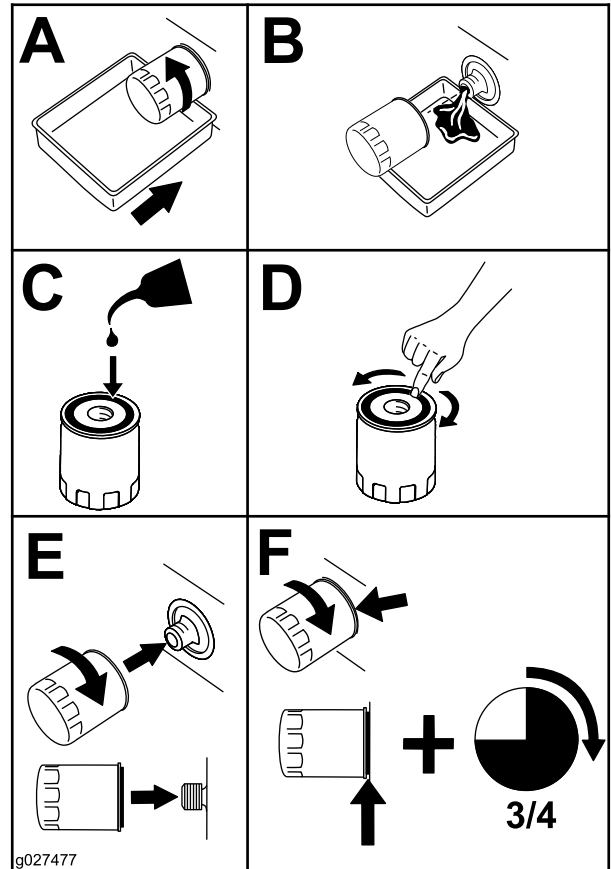

Figura 43
2. Substitua o filtro de óleo do motor (Figura 43).